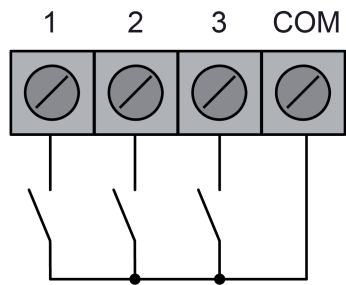

Figure 3: Raccordement des contacts libres de potentiel aux entrées de poste auxiliaire
- (3) Axe enfichable pour bouton rotatif avec bouton-poussoir (codeur incrémental)
- (4) Bornes de raccordement pour entrées de poste auxiliaire
- (5) Raccord de bus KNX
- (6) Appareil avec plaque d'appui
- (7) Cadre design (accessoires)
- (8) Plaque centrale design (accessoire)
- (9) Bouton de réglage design (accessoire)
- Raccorder le câble de bus KNX avec la borne de raccordement au raccord de bus (5).
- Raccorder les contacts libres de potentiel optionnels aux entrées de poste auxiliaire (4) (figure 3).